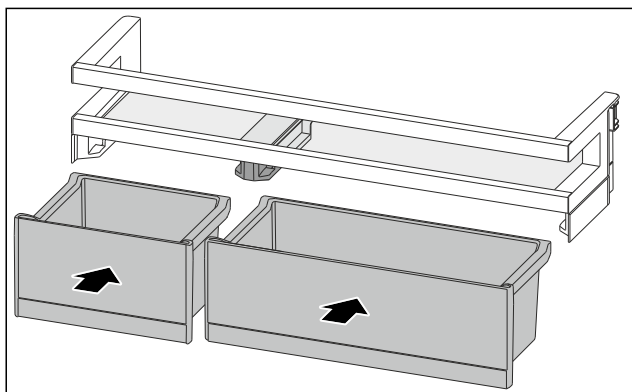

Fig. 90
- ▶ Introduceți VarioBox-urile dispuse invers. (vezi Fig. 90)